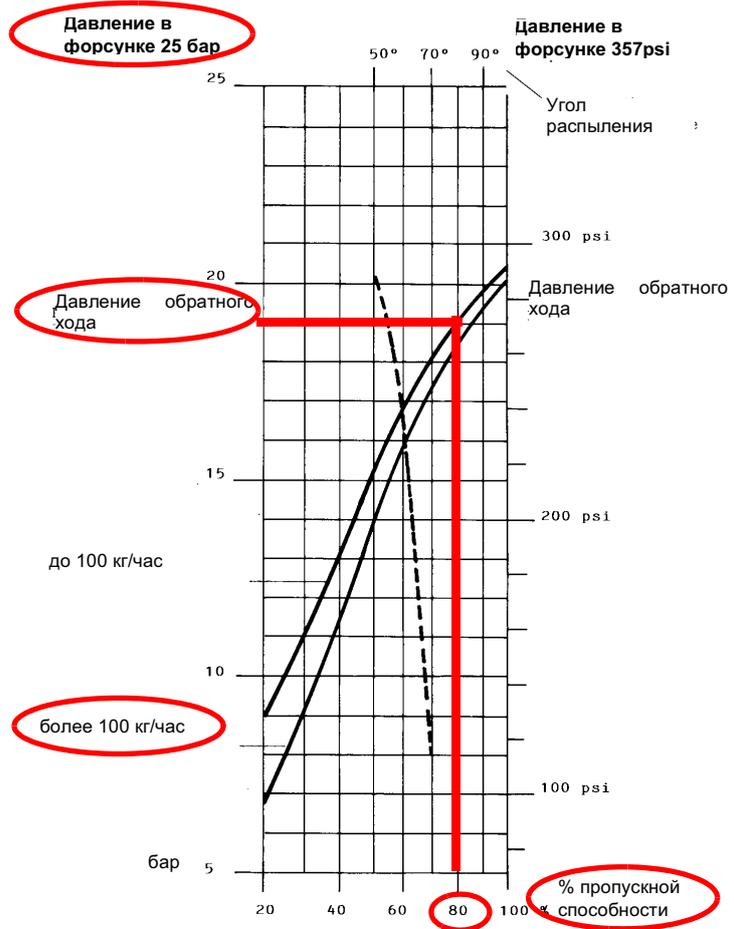

Рис. 10
**Пример** : 80% номинального расхода на форсунке можно получить, если установлены форсунки с расходом более 100 кг/час, при давлении на обратном ходе примерно равном 18 бар (см. график на Рис. 10).